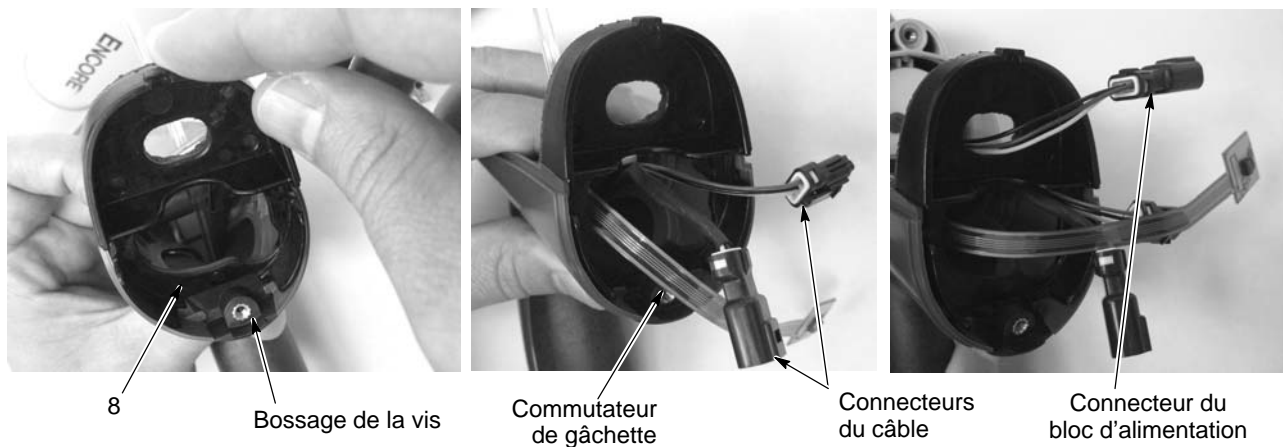

Fig. 5-13 Montage de la pastille de terre et de la base sur les demies-poignées
14. Voir la figure 5-13. Placer le bord inférieur du cache de séparation (8) derrière le bossage de la vis à l'arrière de la poignée, puis pivoter le dessus du cache vers l'avant jusqu'à ce qu'il s'enclipsé en place dans la poignée et le corps du pistolet.
15. Faire passer le connecteur J2 de l'alimentation à travers l'ouverture du haut dans le cache de séparation (8).